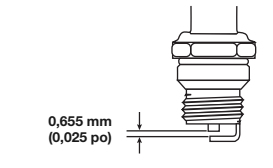

Fig. 37
- Arrêtez le moteur et laissez-le refroidir. Retirez les deux (2) vis à l'arrière du couvercle du moteur et celle à l'avant du couvercle avec un tournevis plat ou un tournevis Torx T-25 (Fig. 37).
- Remplacez toute bougie fendillée, encrassée ou sale. Réglez l'écartement à 0,655 mm (0,025 po) à l'aide d'une jauge d'épaisseur (Fig. 37).